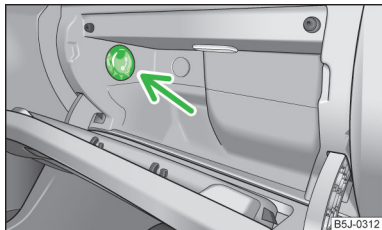

Fig. 80
- Sistemul de răcire se pornește/oprește de la comutator » fig. 80.